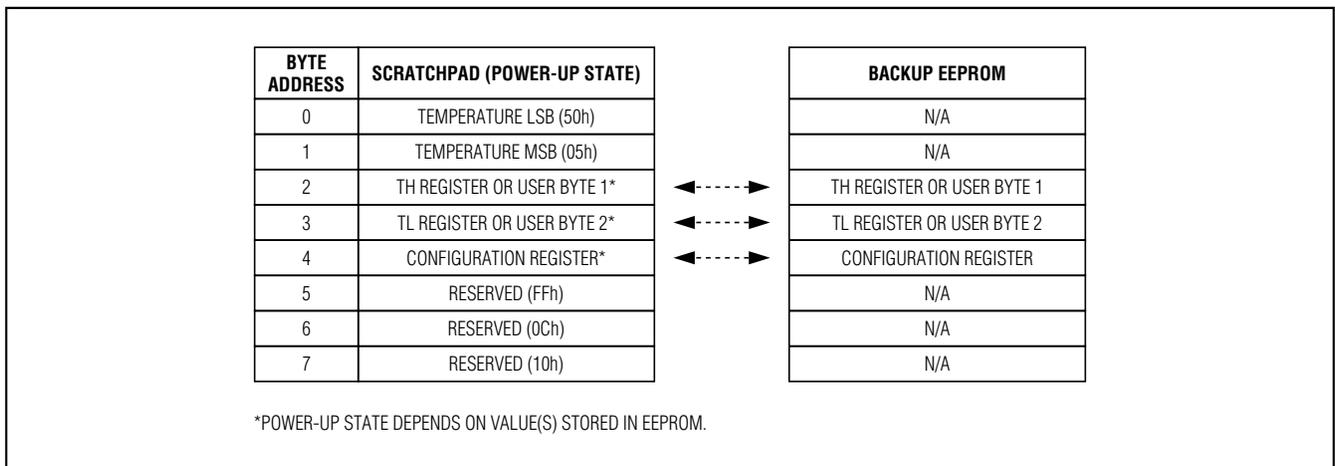

図4. メモリマップ
DS28EA00のメモリマップを図4に示します。これは8バイトのスクラッチパッドと3バイトのバックアップEEPROMで構成されます。最初の2バイトはTemperature Readoutレジスタを構成しており、このレジスタは温度変換後に更新され、読取り専用です。次の3バイトはユーザによる書き込みが可能で、これらにはTemperature High (TH)およびTemperature Low (TL) AlarmレジスタとConfigurationレジスタが含まれています。残りの